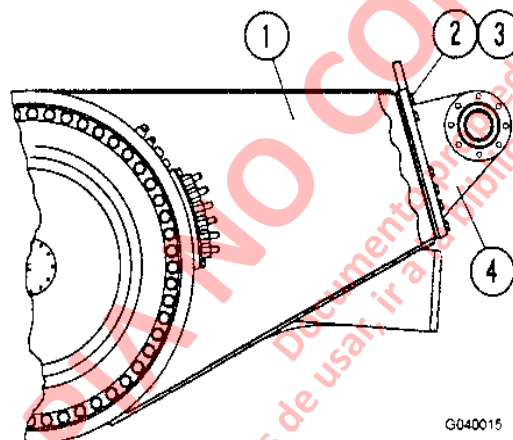

FIGURA 4-3 SUJECION DE OJAL DE PIVOTE
Si se daña el Ojal de Pivote (4, Figura 4-3), puede ser necesario sacarlo de la estructura del eje trasero (1) para facilitar la reparación y reemplazo del rodamiento.
1. Asegúrese de que las superficies de acoplamiento de la carcaza del eje (1, figura 4-3), y el ojal de Pivote (4) estén limpias y sin daño.
2. Levante el Ojal de Pivote a su posición adelante en la carcaza del eje. Inserte varios Pernos (2) y golillas planas (3) para alinear las partes. Retire el dispositivo de levante.